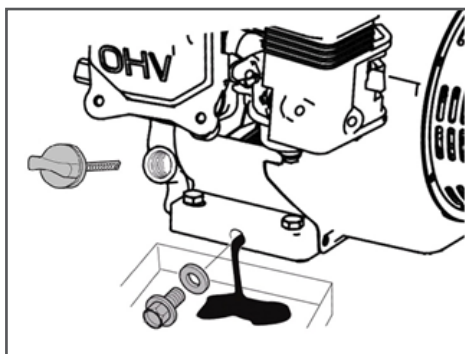

Рис. 14 Замена моторного масла
3. Очистите от загрязнений зону вокруг маслозаливной горловины. Извлеките щуп из маслозаливной горловины и протрите его чистой ветошью (Рис. 14).
4. Выкрутите болт отверстия для слива масла и слейте отработанное масло в подготовленную для этого емкость (Рис. 14).